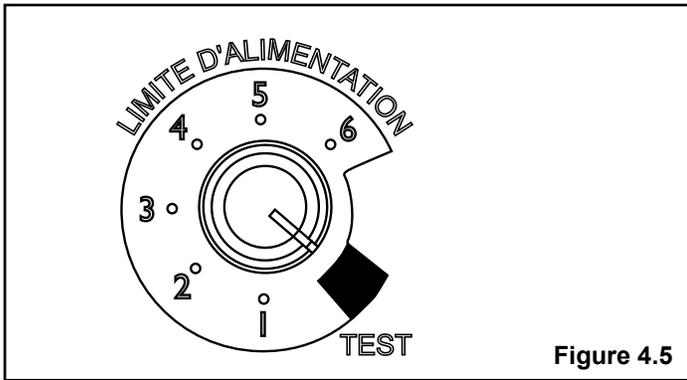

Figure 4.5
1. **En cas de démarrage quand la trémie est vide, mettez le bouton de réglage de l'alimentation sur «TEST».** (pendant 60 secondes). Cela charge les granulés dans le tube de la vis sans fin et vous permet de contrôler le fonctionnement des moteurs. Figure 4.5.